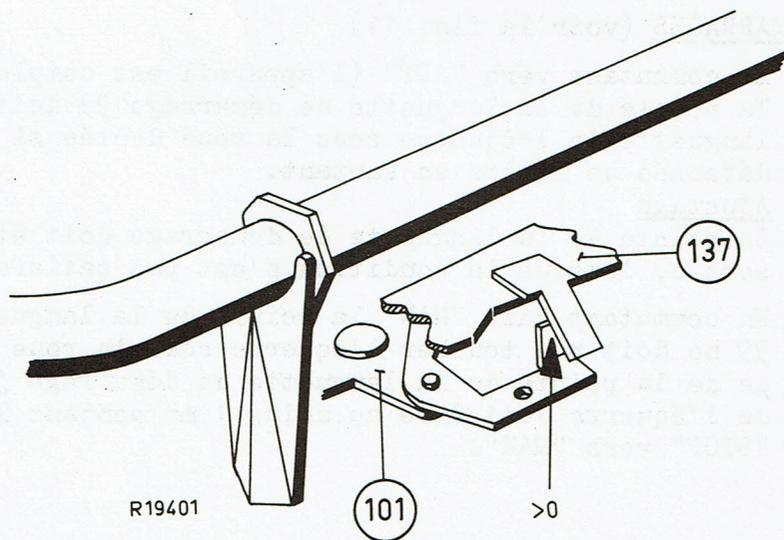

Fig.12
3. Lorsque le bras se trouve sur le support et le mécanisme de changement est dans la position de repos la languette soulevée de l'équerre d'arrêt ne doit pas frotter contre l'équerre sur l'équerre du bras de pick-up en commutant vers "AUT" et "MAN" (voir la fig. 12).